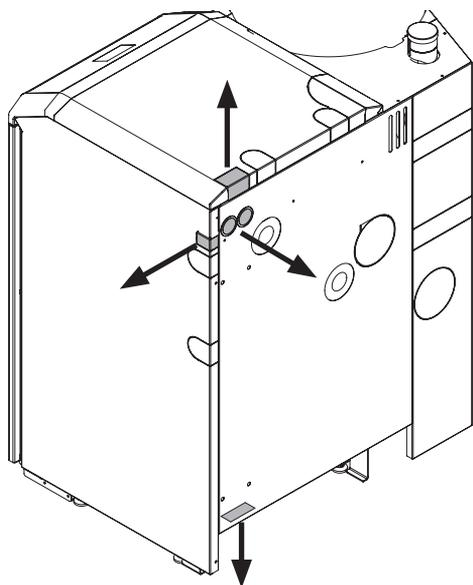

Fig. 120 Passaggi cavo nel rivestimento di BioWIN lite – vista dal retro
- ▶ Il collegamento alle morsettiere (morsetti senza viti con molla a gabbia) deve avvenire per mezzo di cavi flessibili in PVC a fili sottili. I cavi possono essere posati dall'alto, dal basso, da destra e da dietro attraverso i passaggi cavo prepunzonati (Fig. 120).
- ▶ Fare attenzione a posare separati il cavo a bassissima tensione (0–12 VDC) e il cavo a bassa tensione (230 VAC)! Posare i cavi negli appositi guidacavi – Fig. 120.